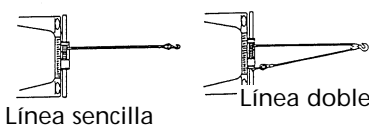

Figura 2
1. El Husky 10 tiene una clasificación de 10,000 lb (línea sencilla) en la capa de cable más cercana al tambor. **NO LO SOBRECARGUE. NO TRATE DE TIRAR DE CARGAS PESADAS DE FORMA PROLONGADA.** No mantenga encendido el cabrestante si el motor entra en pérdida. Las sobrecargas pueden dañar el cabrestante y/o el cable de alambre y causar condiciones de operación inseguras. **PARA CARGAS PESADAS, RECOMENDAMOS EL USE DE CONJUNTO DE BLOQUE DE POLEAS OPCIONAL (Nº DE PIEZA 7750A) PARA DUPLICAR LA LÍNEA DE CABLE DE ALAMBRE (FIGURA 2).** Esto reduce la tensión sobre el cabrestante y la carga sobre el cable de alambre en un 50% aproximadamente. Si lo monta en la parte trasera del vehículo, sujételo al chasis u otra parte que soporte carga. El motor del vehículo debe estar funcionando durante la operación del cabrestante para reducir la descarga de la batería y aumentar la potencia y velocidad del cabrestante. Si se activa el cabrestante durante periodos considerables de tiempo con el motor apagado, la batería podría descargarse y ya no podría arrancar el motor.